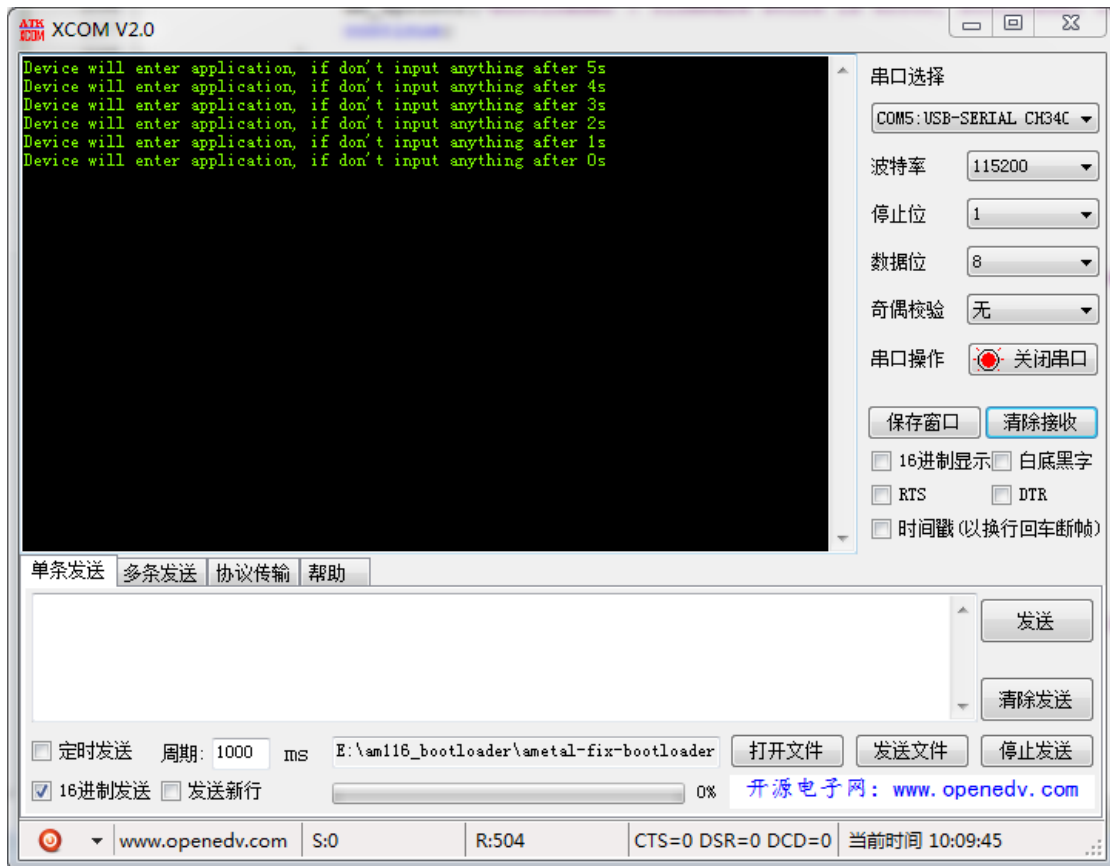

图 15: 开机延时界面
2、若已经烧写 bootloader 程序，按下复位按键 RST 将板子复位运行，AM116-Core 开发板进行开机 5 秒的延时，如 图 15 所示。